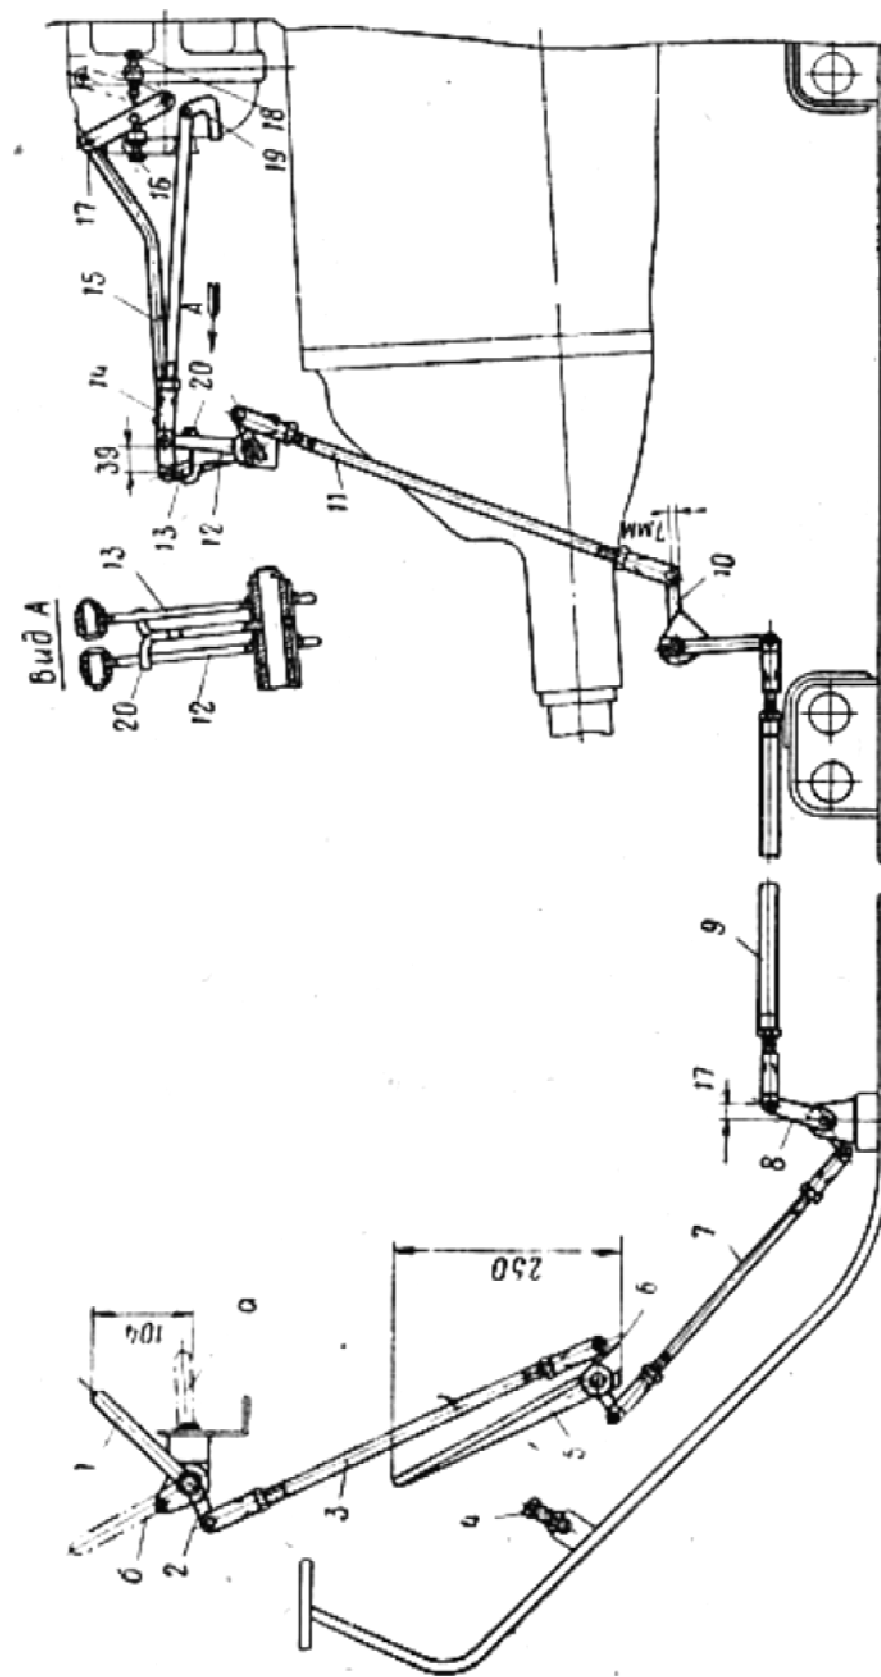

Рис. 23. Монтажная схема регулировки привода управления двигателем транспортера-тягача МТ-Л:
2. Отсоединить тяги 15 (рис. 23) регулятора и 14 от рычагов 13 и 12.
Примечание. На рис. 23 рычаги 12 и 13 условно смещены относительно друг друга.